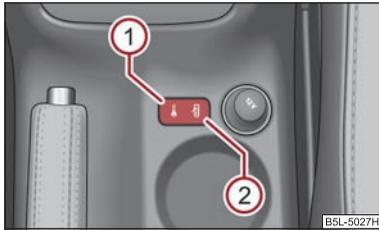

Fig. 26 Consolle centrale: Tasto per la chiusura centralizzata
- Premere il tasto (1) ⇒ fig. 26. Il simbolo  sul tasto si accende.
- Premere il tasto (2) ⇒ fig. 26. Nel tasto si spegne il simbolo .